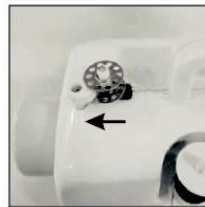

Abb.22
3. Setzen Sie die Spule auf den Spulerstift, spulen Sie den Faden mehrmals im Uhrzeigersinn um die Spule. (Abb.22)